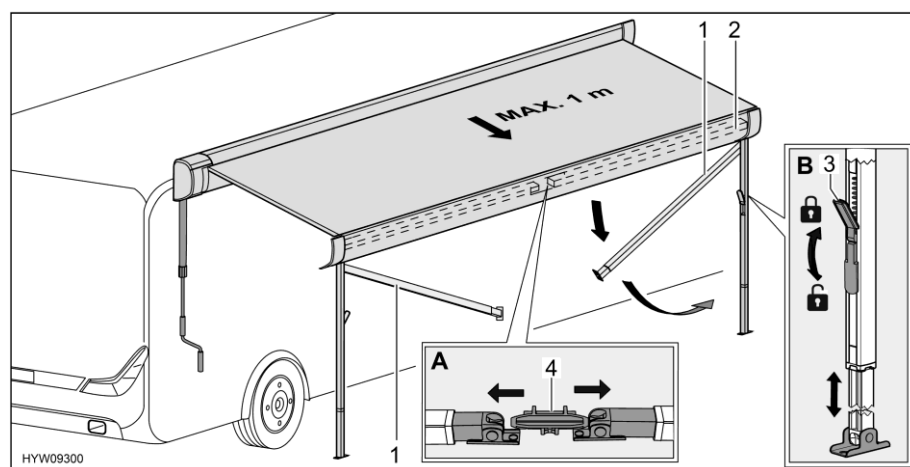

Bild 47 Stützfüße vorbereiten
- Stützfüße (Bild 47,1) aus Halterung (Bild 47,4) in der Frontleiste (Bild 47,2) lösen. Dazu Stützfüße leicht nach außen drücken (Bild 47,A).
- Verriegelungen (Bild 47,3) der Stützfüße lösen. Dazu den Verriegelungshebel nach unten klappen.
- Unteren Teil der Stützfüße bis zur gewünschten Länge herausziehen (Bild 47,B).
- Verriegelungen (Bild 47,3) der Stützfüße schließen. Dazu den Verriegelungshebel nach oben klappen.